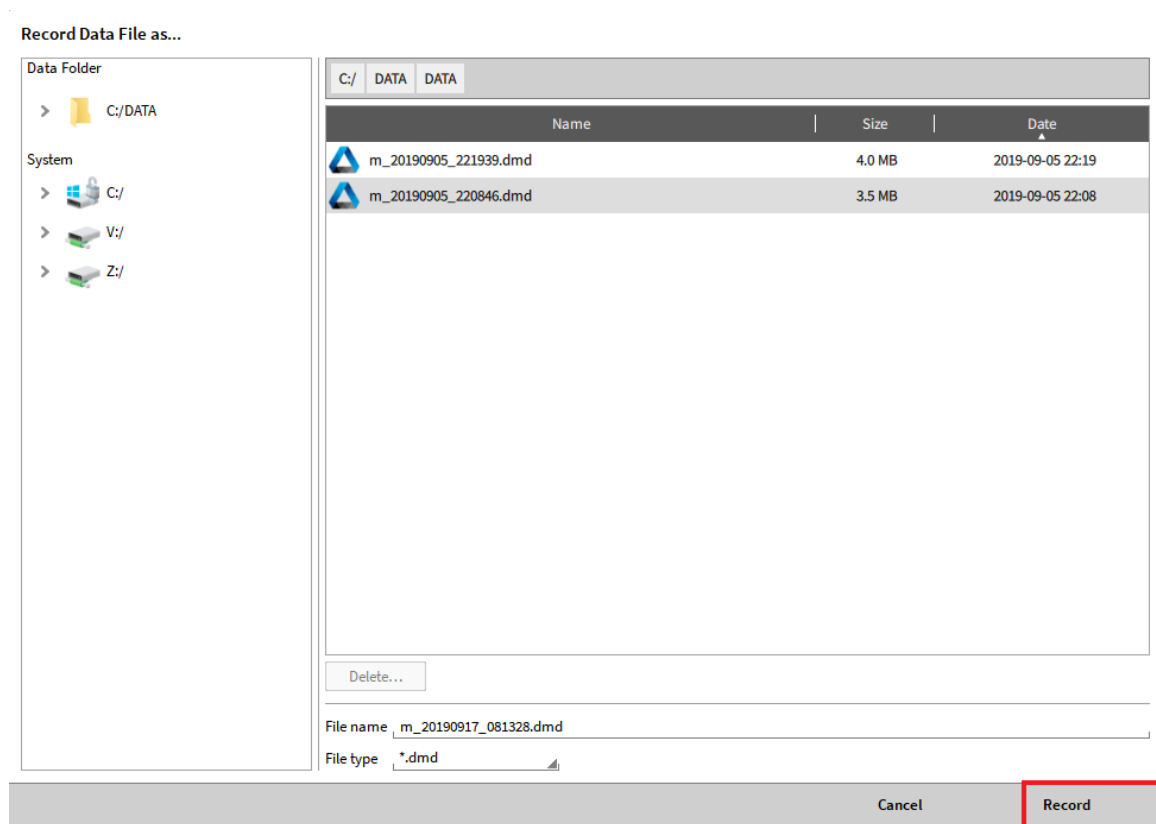

Abb. 6.3: Pop-up-Fenster, um den Dateinamen vor der Aufzeichnung zu spezifizieren
Wenn dieser Button aktiviert ist, öffnet sich ein Pop-up-Fenster (siehe Abb. 6.3) Button im Dialog gedrückt wird.
**Bemerkung:** Die Aufzeichnung beginnt erst, wenn der *Aufzeichnen* (rot markiert in Abb. 6.3) Button im Dialog gedrückt wird.